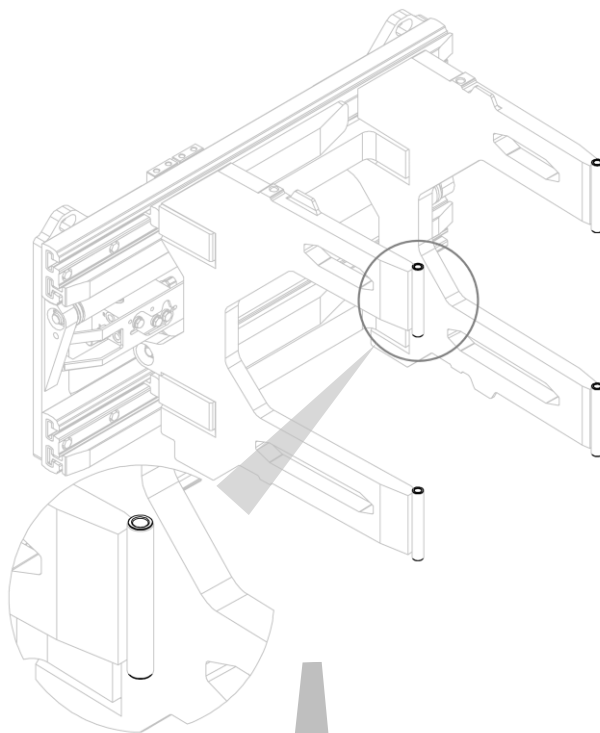
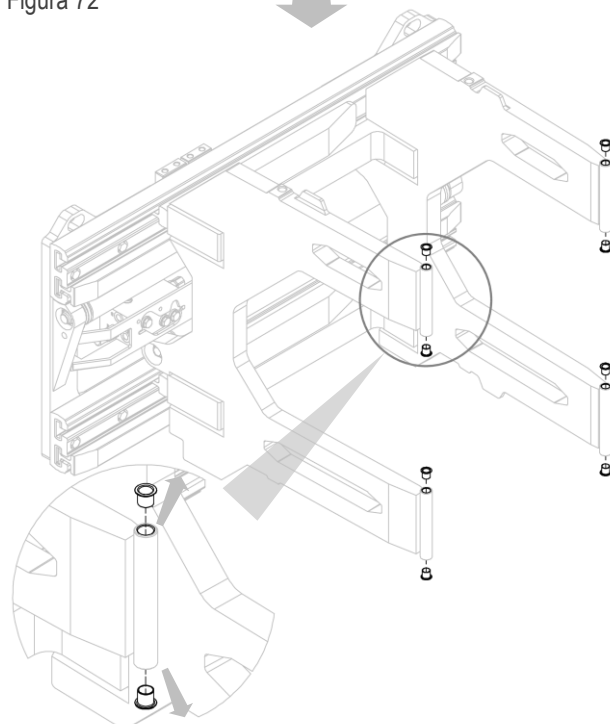

Figura 72
Figura 73
3. Rimuovere le boccole per l'oscillazione dalle loro sedi (vedi *Figura 72* e *Figura 73*).